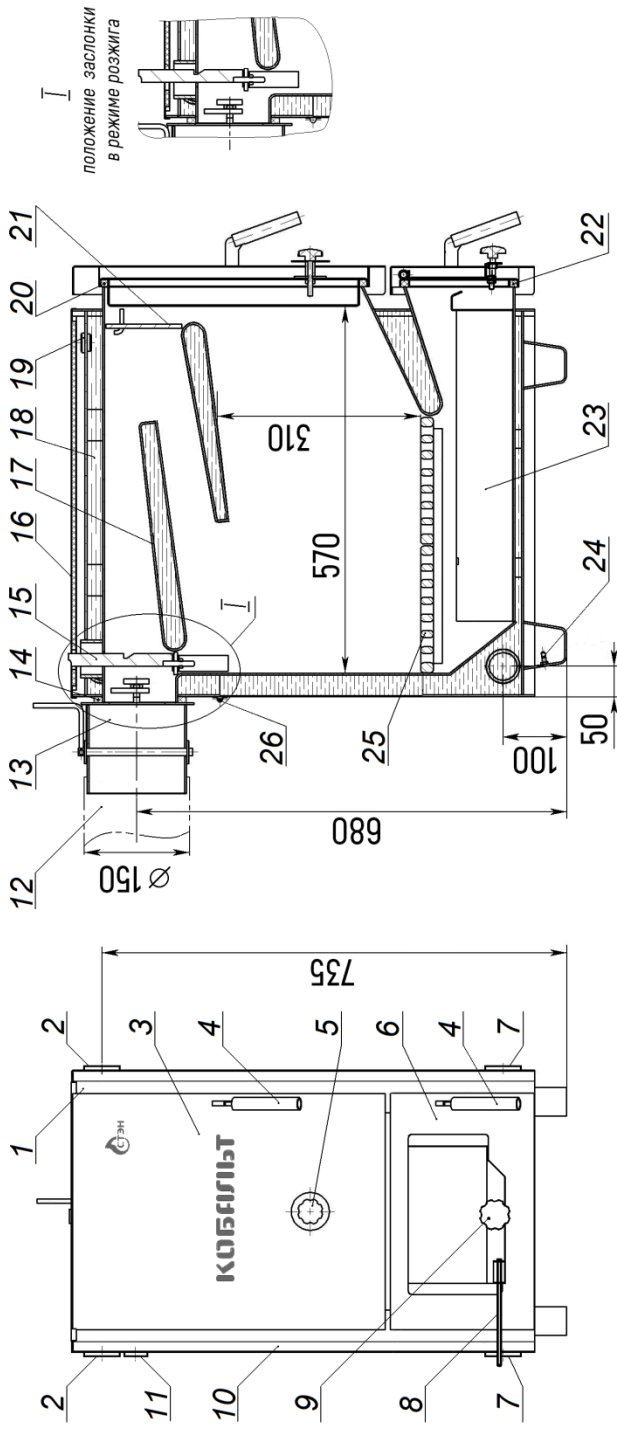

Рисунок 1. Устройство котла в базовой комплектации:
3. УСТРОЙСТВО КОТЛА (см. рис. 1)